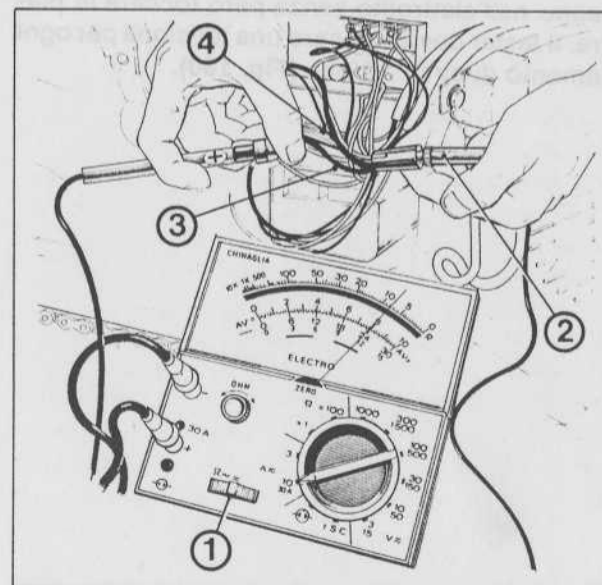

Fig. 182
Il controllo va eseguito in serie al filo rosso (3) che dal volano va alla batteria controllando poi con il motore a 6000 giri che la corrente sia di circa 8 A, mentre con motore a 2000 giri/min sia di circa 1,8 A - Mod. 350 e 500 (**Fig. 182**).
The test should be performed connecting the meter in series to the red lead (3) which goes from the generator to the battery. Check then that when the engine is operating at 6000 RPM the current output is approx. 8 Amp. When the engine operates at 2000 RPM the output should be approx. 1.8 Amp. - 350 and 500 Mod. (**Fig. 182**).